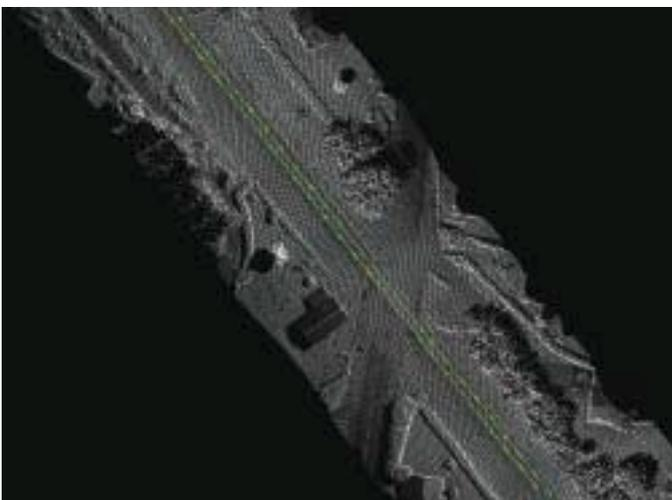

Figure 4
- La troisième étape consiste à lisser la polyligne issue de ces points afin de déterminer la position finale des rails. (figure 4)